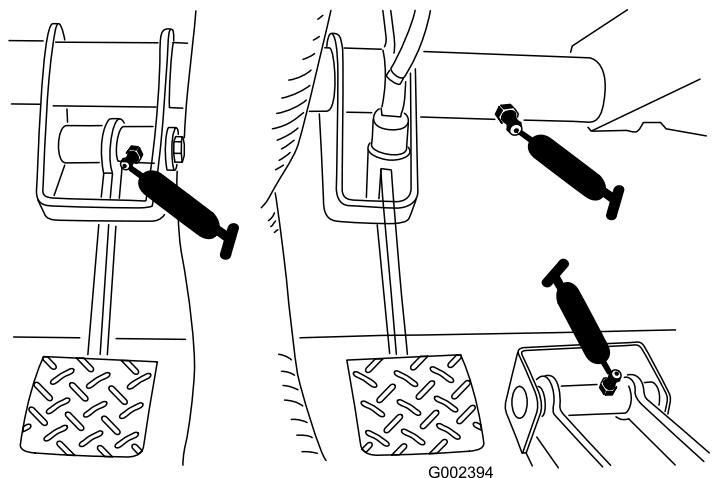

Bild 31
- Kupplung (1), siehe Bild 31
- Gaspedal (1), siehe Bild 31
- Bremse (1), siehe Bild 31